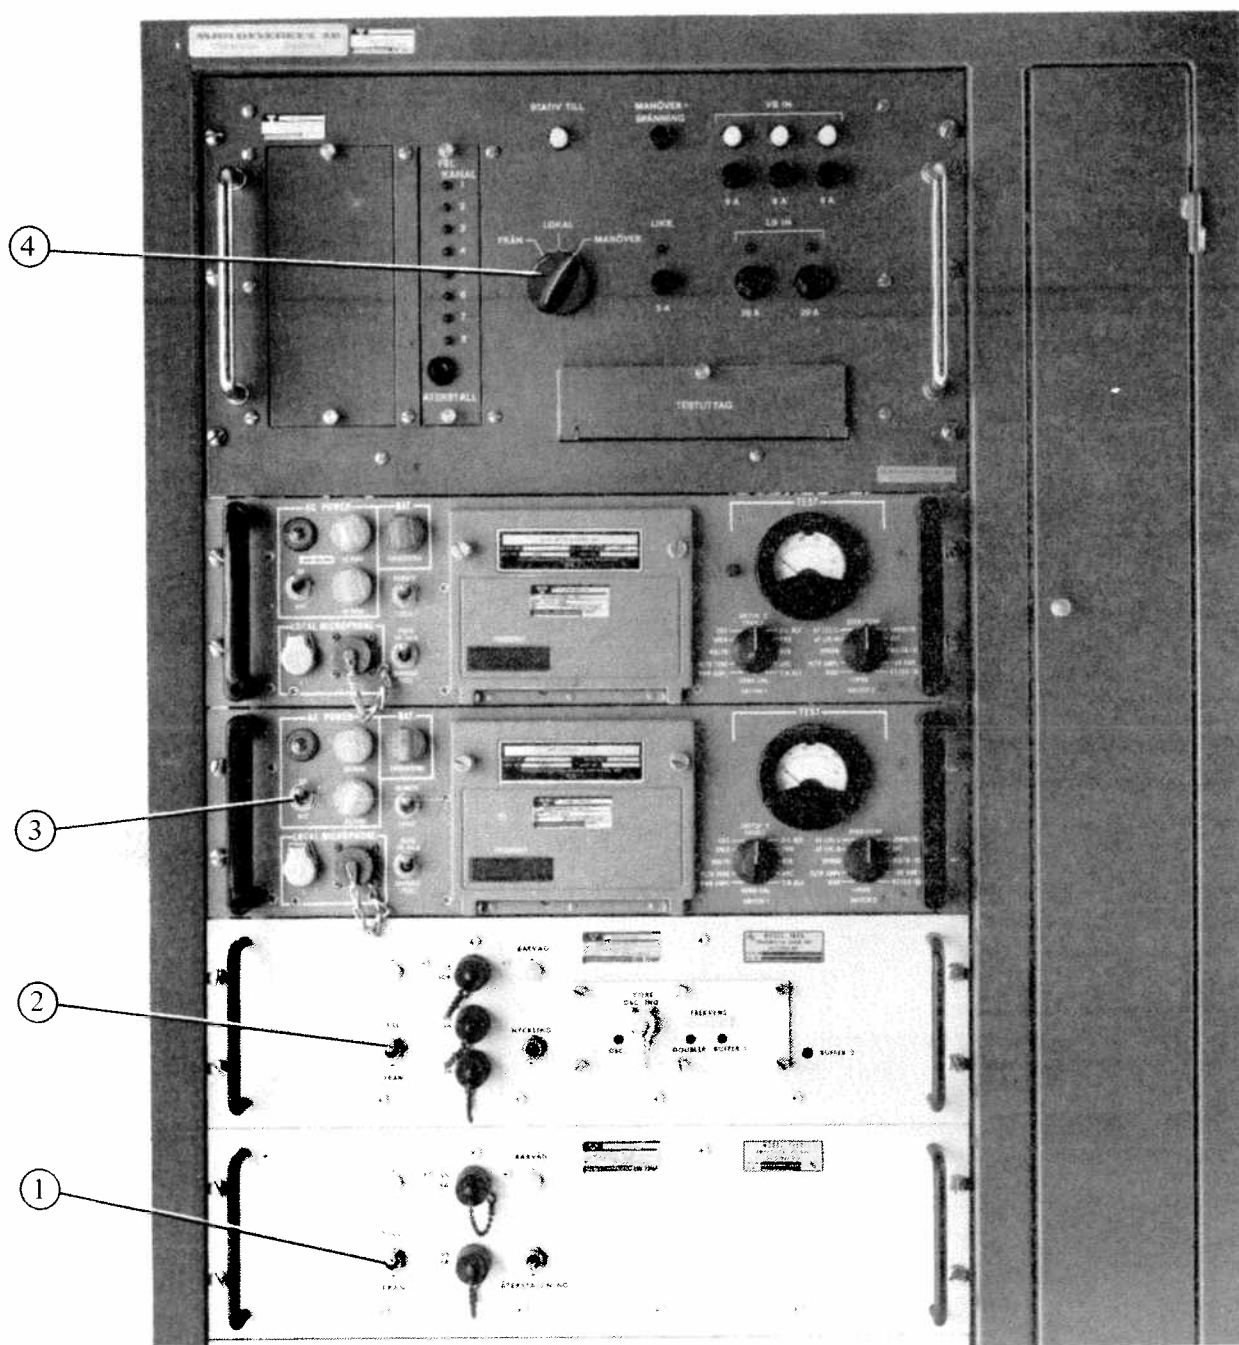

Bild 7 Stativutrustning sändare
3.2.3 Stativutrustning sändare (bild 7)
- Ställ funktionsomkopplaren ④ , på anslutningsenhet S i läge MANÖVER.
- Ställ funktionsomkopplaren ② , på sändarenhet RK 03, i läge TILL.
- Ställ funktionsomkopplaren ① , på effektenhet RK 03, i läge TILL.
- Ställ funktionsomkopplaren ③ , på sändarenhet RK 11, i läge ON.